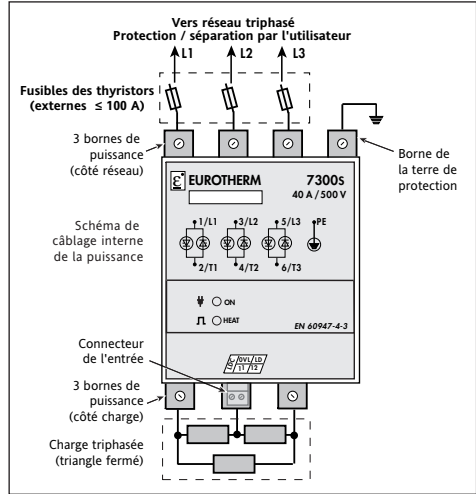

Figure 2-8 Branchement de charge triphasée en Triangle Fermé (3D)
- triangle fermé (3 fils de raccordement, code 3D), figure 2-8